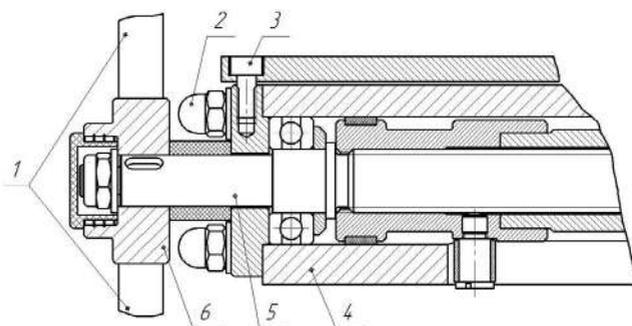

Рисунок 8
8.5.1 Отсоедините ручки штурвала 1 (Рис. 8).